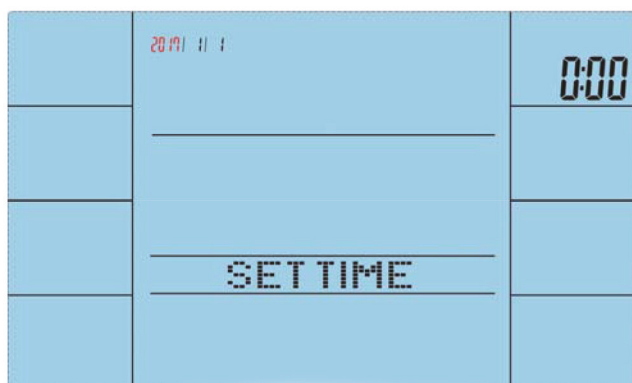

Fig. 46
- Tras encender el aparato, pueden introducirse el calendario y los datos de usuario U1 a U4 (fig. 46 a 55). Asegúrese de introducir correctamente los datos del calendario.